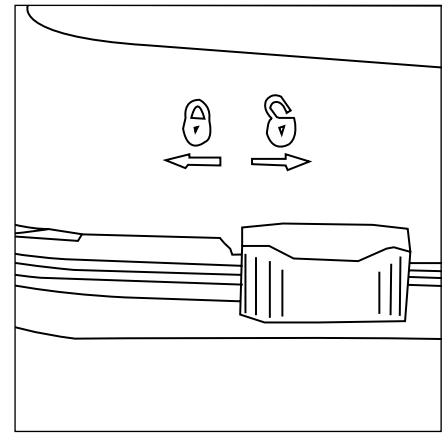

Figura 6
2. Desmonte la cámara del humidificador poniendo cada uno de los pestillos corredizos (**Figura 6**) en la posición de desbloqueo (🔓) y separe la tapadera de la cámara de la base de la misma.
2. Sujete la tapadera de la cámara a la base de la misma, asegurándose primero de que cada uno de los pestillos corredizos está en la posición de desbloqueo (🔓) (**Figura 6**).